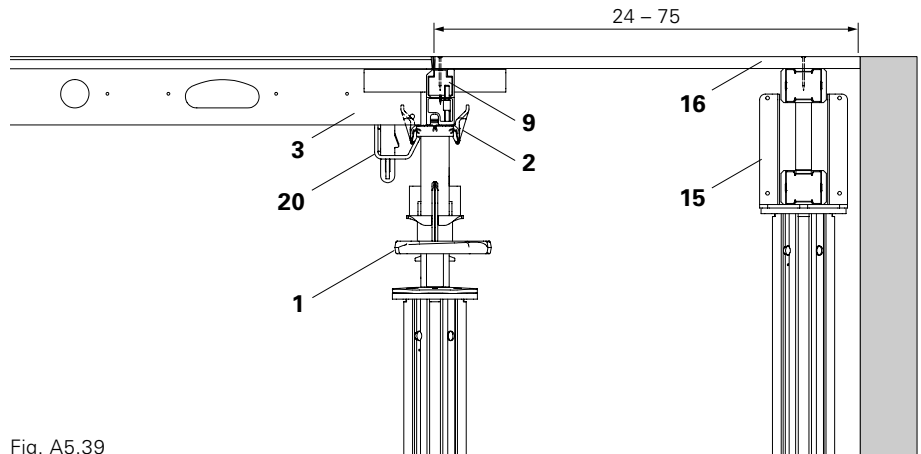

Fig. A5.39
1. Installer le Panneau SDP (3) au-dessus de la poutrelle (2).
2. Insérer la poutrelle de rive SRT-2 (9) au dessus de la poutrelle.
3. Positionner un étau supplémentaire avec tête de fourche (15) et poutrelle de coffrage.
4. Installer le coffrage (16) et le fixer à l'aide de clous, (Fig. A5.39 + A5.40)